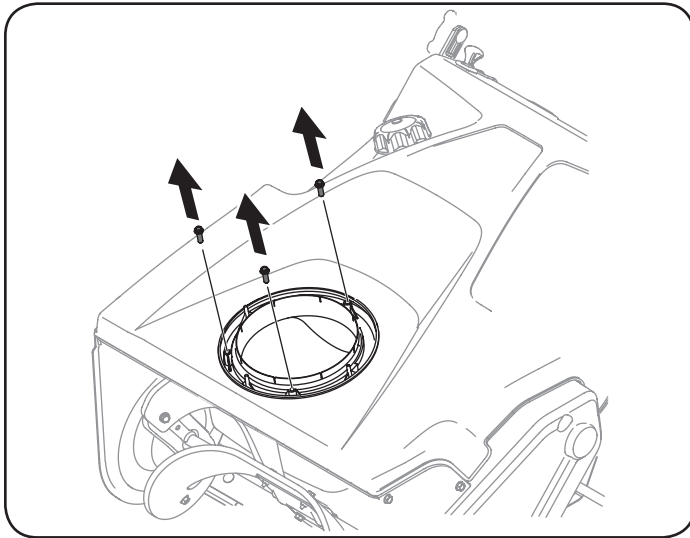

Figura 4
1. Extraiga los tornillos de la base del canal. Vea la Figura 4.